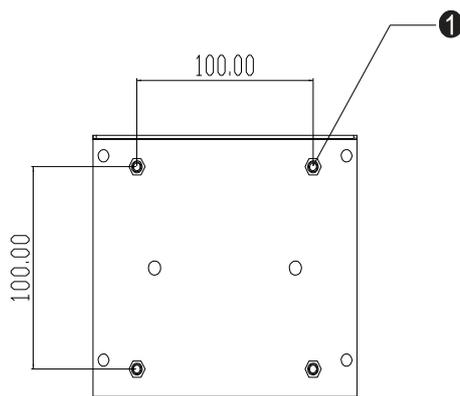

図 2-2裏面取り付けテンプレート（縮小版）
- 3 図2-2に表示のようにモニターを壁に取り付けてください。ケーブルをオープニングに通して入れてください。（図2-2、①項目）。